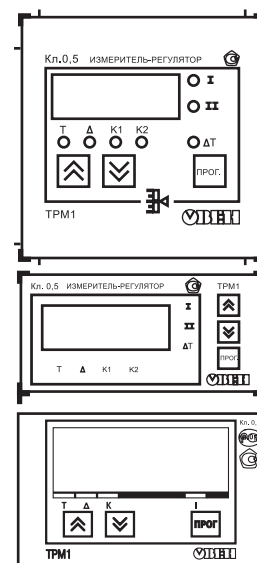

Рис. 18
3.2.6. На рис. 18, а – внешний вид лицевой панели прибора ТРМ1 для корпусов настенного (Н) и щитового (Щ1) крепления, на рис. 18, б – щитового Щ2, на рис. 18, в – DIN-реечного Д.